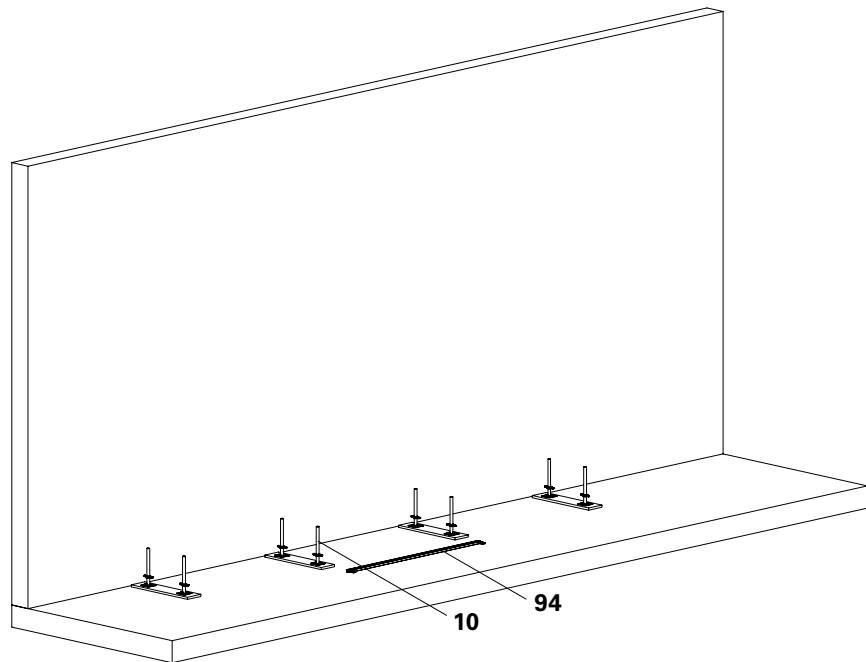

Abb. B2.01
2. Horizontalriegel UH Plus (94) neben den Fußspindeln auslegen.
3. Fußspindeln UJB (10) auf lastverteilenden Unterlagen aufstellen. (Abb. B2.01)